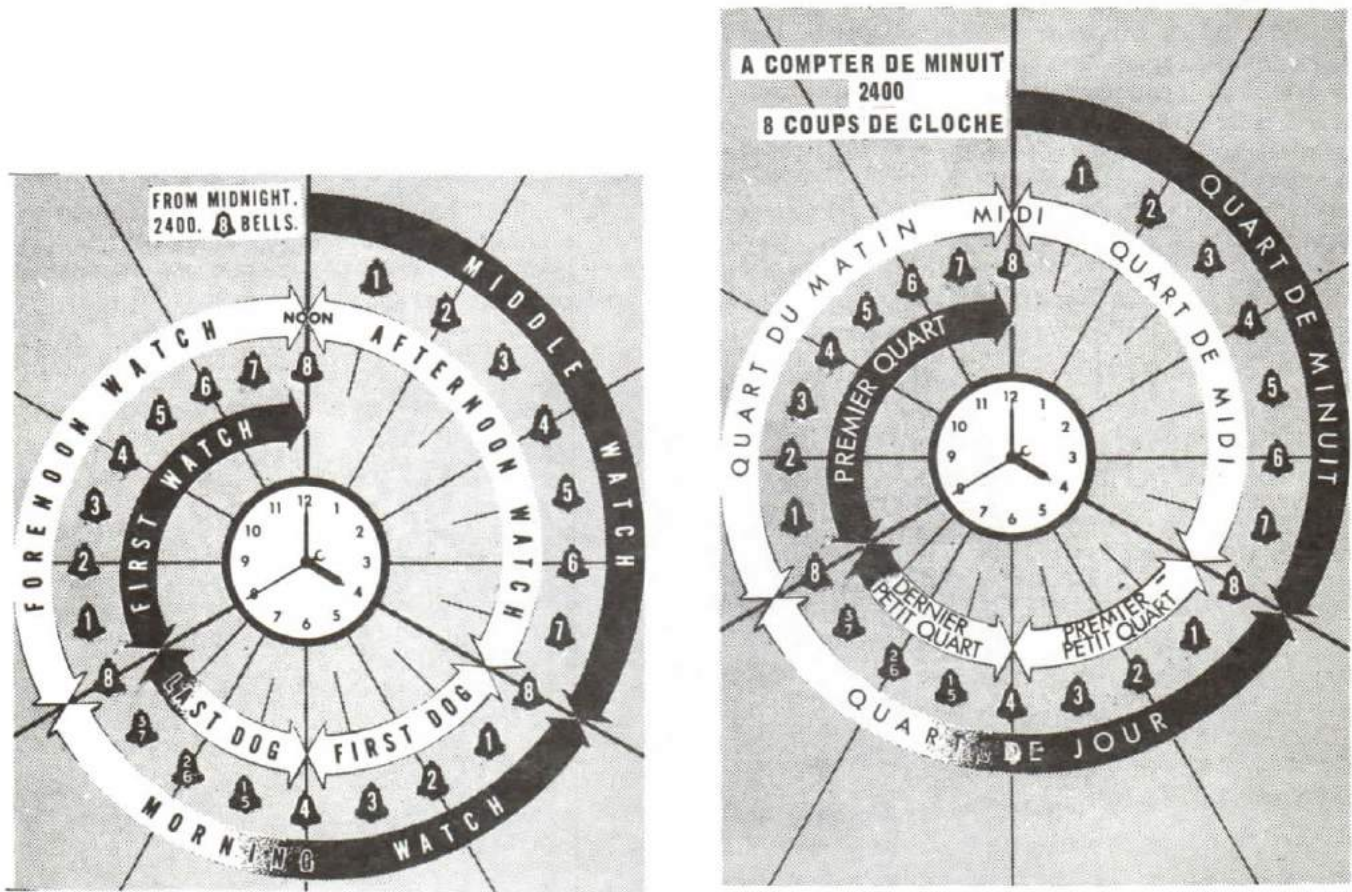

Figure 2-3
2. The 24-hour clock is used instead of the 12-hour clock. For example, 1 P.M. is 1300, 2 P.M. is 1400 and so on. See Figure 2-3.
2. On emploie le système de 24 heures au lieu du mode habituel de 12 heures. Ainsi pour le marin 1 p.m. se dit 1300 h, 2 p.m. se dit 1400 h, etc.(voir la figure 2-3).